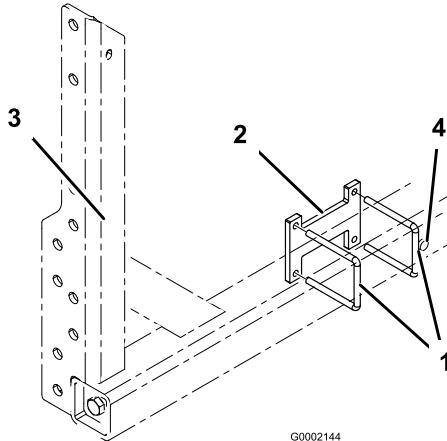

Figure 2
1. Posez 2 étriers filetés sur le cadre de la rampe, comme illustré à la Figure 2. Placez l'ensemble sur l'avant du cadre de la rampe, en contact avec la goupille du cadre.